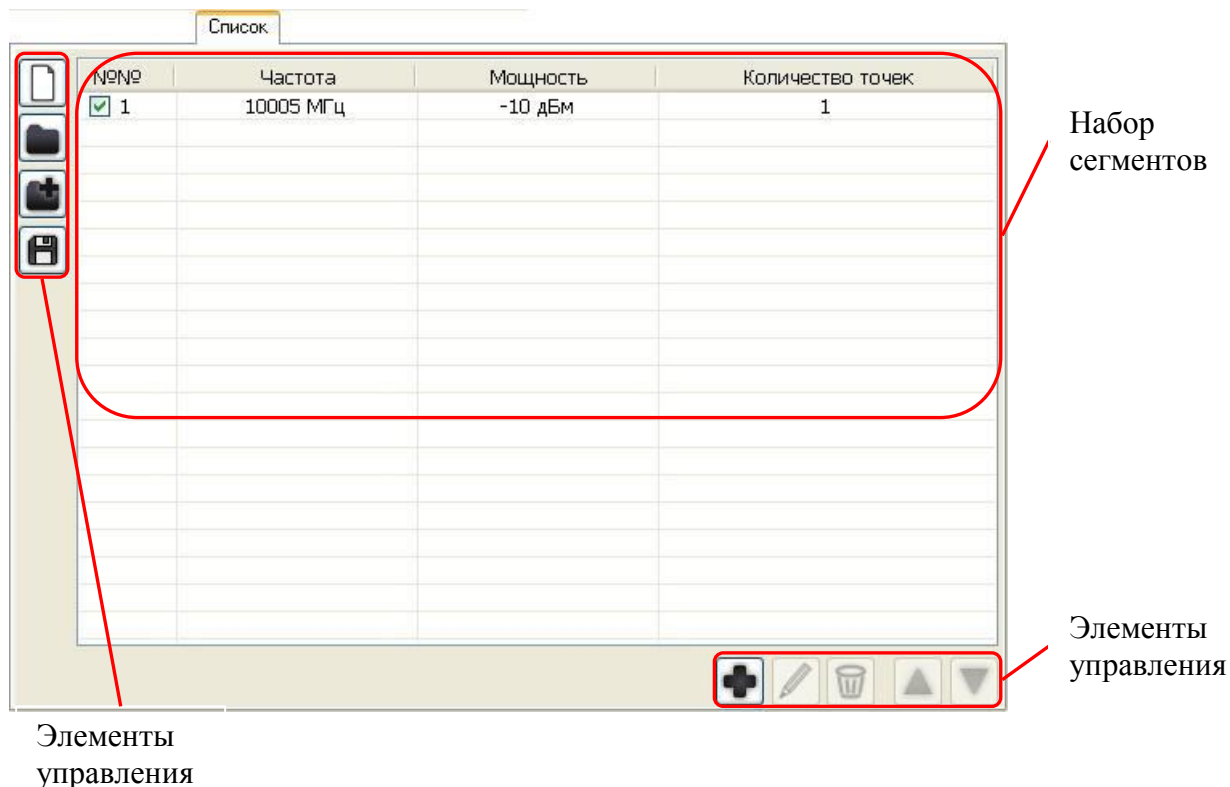

Рисунок 6.19 – Вкладка «Список»
6.8.1 «Список» – вкладка панели «*Параметры прибора*» (рисунок 6.19), состоит из элементов управления и набора сегментов списка.